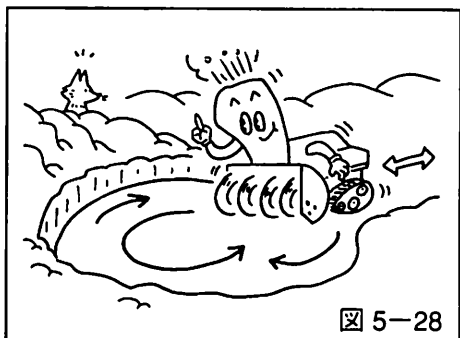

図 5-28
- 旋回時には雪の抵抗が大きく、難しい場合があります。前進・後進を繰り返しながら旋回する場所を作り、旋回させます。(図5-28参照)